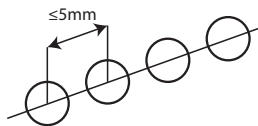

Figure 3
4. **Mesure continue (balayage):** La méthode de mesure continue consiste à effectuer des mesures continues le long d'une ligne spécifiée selon la méthode de mesure unique, à des intervalles de 5mm maximum (Figure 3). Prenez la valeur minimale indiquée comme épaisseur du matériau.